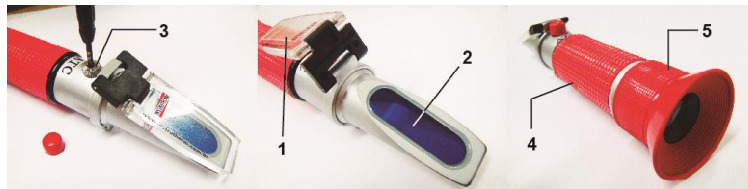

Fig. 1
1. Direcione o prisma do Refratômetro em direção á luz, e ajuste o anel de foco (item 5, fig.1) até o retículo ser visto nitidamente.
2. Abra o compartimento (item 2,fig.1), limpe a placa do prisma com uma flanela; Coloque duas gotas da solução a ser medida; Feche a cobertura do prisma suavemente, então leia a escala correspondente ao limite luz / sombra, que será o valor em % Brix da solução medida.
Abra a cobertura do prisma (item 2,fig.1), coloque duas gotas de solução padrão (opcional) na superfície do prisma e pressione suavemente a placa para que não deslize.Gire o parafuso de correção (item 3, fig.1) até que o limite de luz/sombra coincida com a linha de referência do valor especificado pela solução padrão (69,3% ou 71,3%)